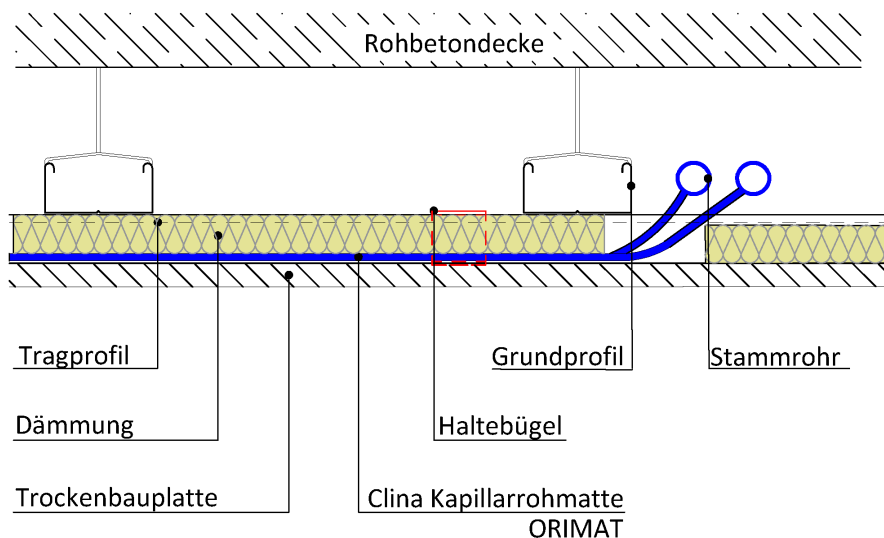
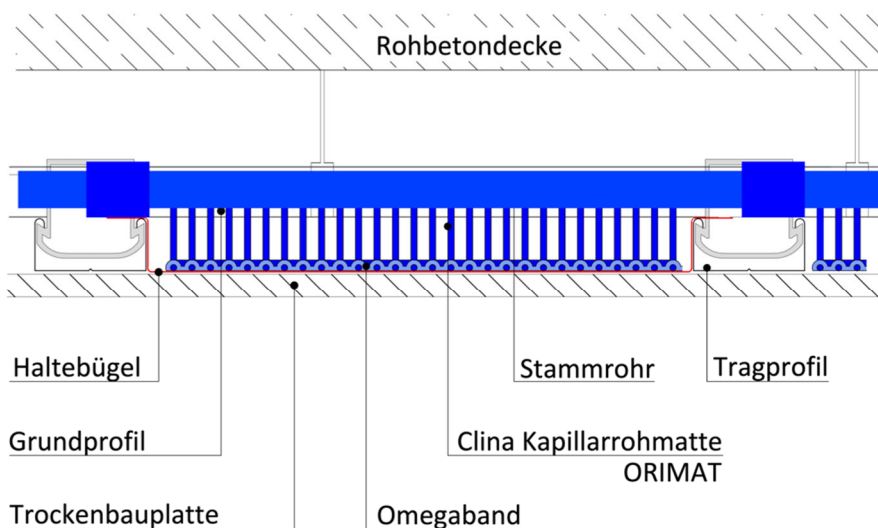

Abb. 1: Schnittbild Deckenaufbau längs
Abb. 2a: Schnittbild Deckenaufbau mit Haltebügel quer
4. Einbringen der Stammrohre der aufgerollten Kapillarrohrmatten in den Deckenhohlraum. Dazu werden die Stammrohre zunächst **locker** mit Kabelbindern an den Grundprofilen fixiert. Es muss genug Spielraum (axial und lateral) für das Heizelement-Muffenschweißen bleiben. Die Kapillarrohrmatten sind so anzuordnen, dass die Omegabänder, mit der offenen Seite (= Unterseite der Kapillarrohrmatte) in Richtung der später zu montierenden Trockenbauplatten zeigen (s. Abb. 1, Abb. 2a und 2b)! Anschluss an die Vor- und Rücklaufleitungen durch Heizelement-Muffenschweißen. Zur abschließenden Fixierung der Stammrohre an den Grundprofilen der Unterkonstruktion werden die Kabelbinder nachgestrafft.